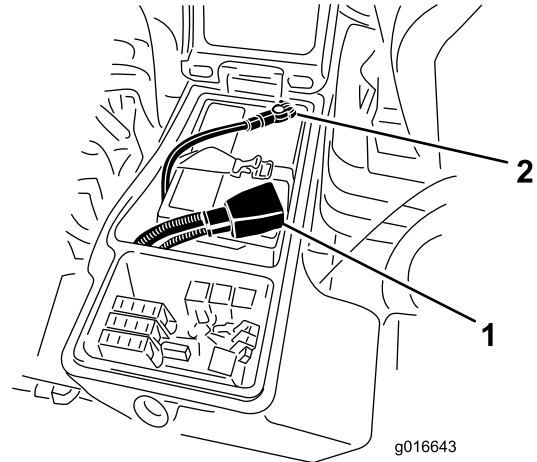

Figure 84
6. Raccordez le câble positif (rouge) de la batterie à la borne positive (+) et le câble négatif (noir) à la borne négative (-) (Figure 84).